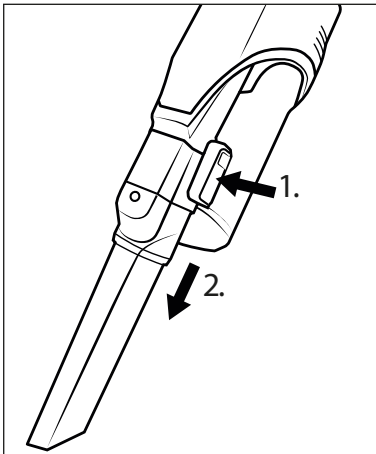

Fig. 15
- ◆ Para desmontar el accesorio, mantenga pulsado el botón de desencastre del accesorio y tire de este para extraerlo del tubo de aspiración **24** o del orificio de aspiración del aparato (consulte la fig. 15).